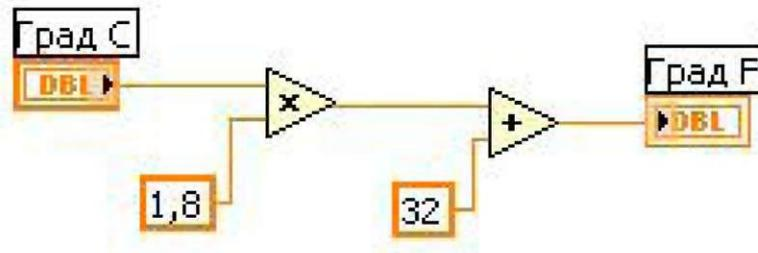

Рис. 2.2. Блок-диаграмма ВП
5. Перейдите на блок-диаграмму, выбрав пункты главного меню **Window» Show Diagram** (рис. 2.2).